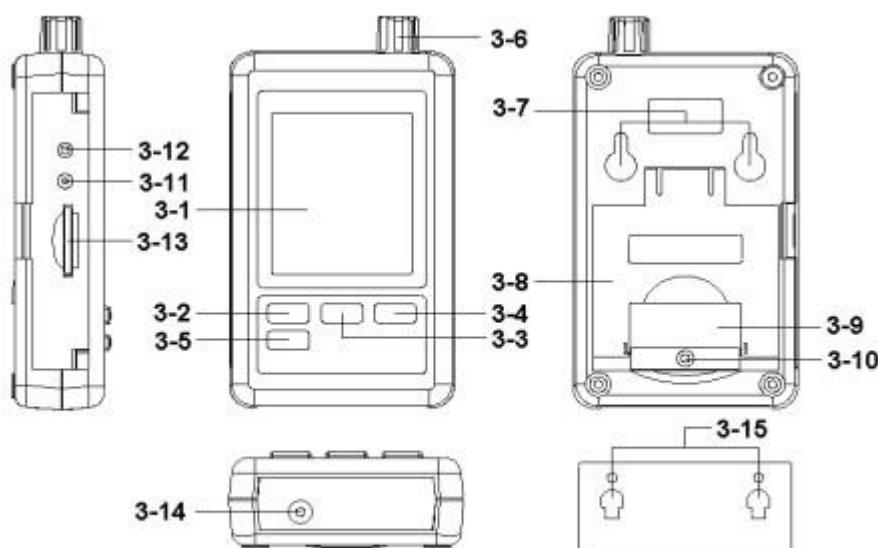

Fig. 1
- Pil kapağı vidasını gevşetin. " (3-10, Fig.1) ve Sayaç "Pil Kapağını" götürmek.
- Pil kapağı pilin değiştirildikten sonra güvenli olduğundan emin olun.(3-6, Fig.1).
"SD hafıza kart" hazırlama (1 GB - 16 GB, isteğe bağlı), SD kartın içine " SD kart soket" ekle. (3-13, Fig.1) Doğru yönde olduğuna emin olun.
2 saniyeden fazla sürekli **Logger** düğmesine basınız, Ekran kadar göstergesini göster “VERİ KAYDEDİCİSİ’ ‘serbest’ kaydedici düğmesi” (3-2 Fig. 1 )
1) Veri kaydedici fonksiyonu yürütüktükten sonra, SD kart soketinden dışarı çıkarın (3-13. Fig.1).
Veri kaydedicisi fonksiyonu altında çalışmaz, ayarlar moduna girmek için **SET** düğmesine 2 saniye sürekli basın.(3-5, Fig.1)Yeni ana fonksiyon seçmek için sırayla ekranda gösterilir: